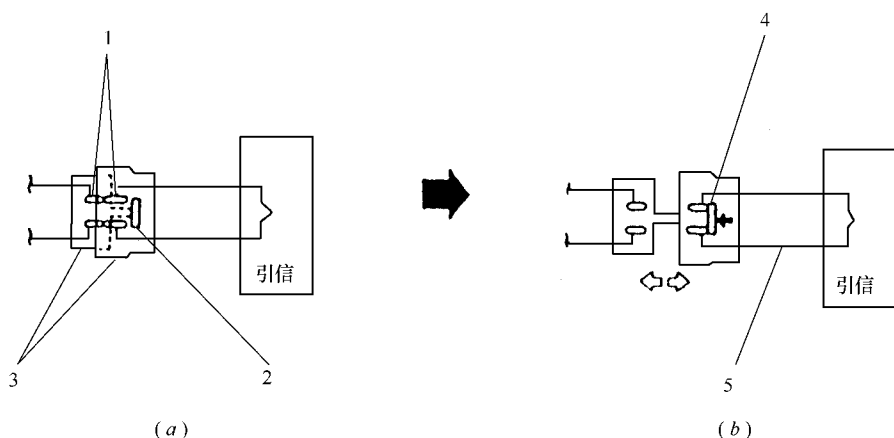

图 5-8 安全气囊防触发机构结构示意图
(2)安全气囊防触发机构(图 5-8)。各接头均有短接弹簧,当接头拆下后,短接弹簧片自动将电源与引信搭铁端子接通。